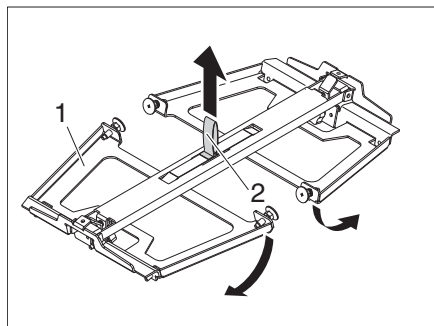

Figure 62 Monter le soubassement
- Soulever le soubassement (Figure 62,1) par la boucle (Figure 62,2). Les pieds se rabattent vers le bas des deux côtés.